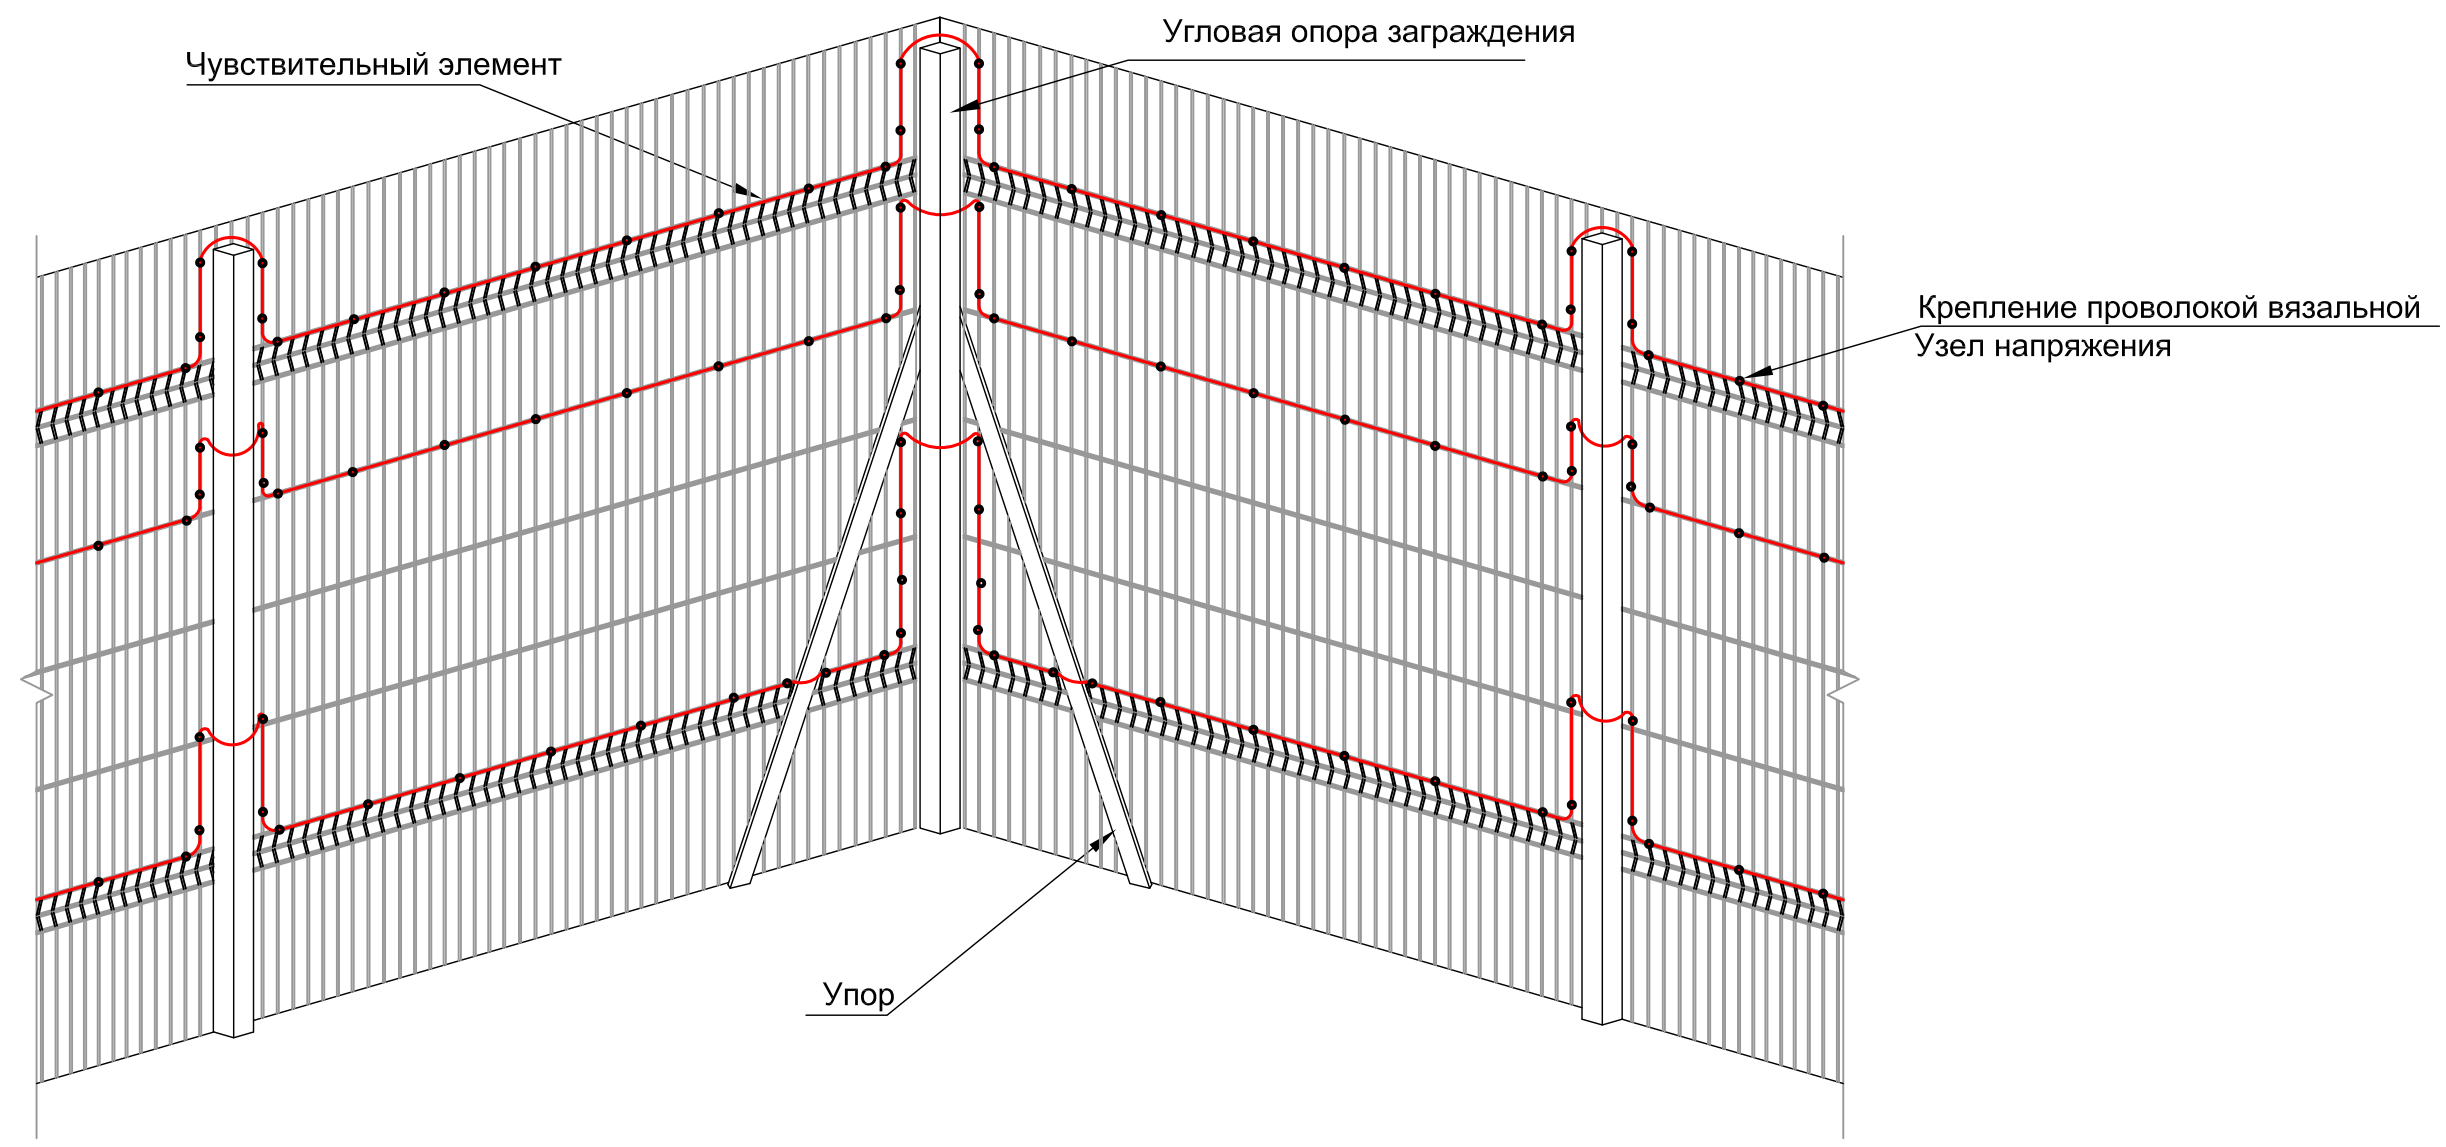

Рис. 2
1. Чувствительный элемент крепить оцинкованными скобами  $\varnothing 8$  мм, крепя их на заклепках к заграждению через каждые 0,3-0,4м (см. лист 52, рис. 2). Для создания "узлов напряжения" в местах крепления необходимо обеспечить видимую деформацию оболочки кабеля, не приводящую к нарушению ее целостности.